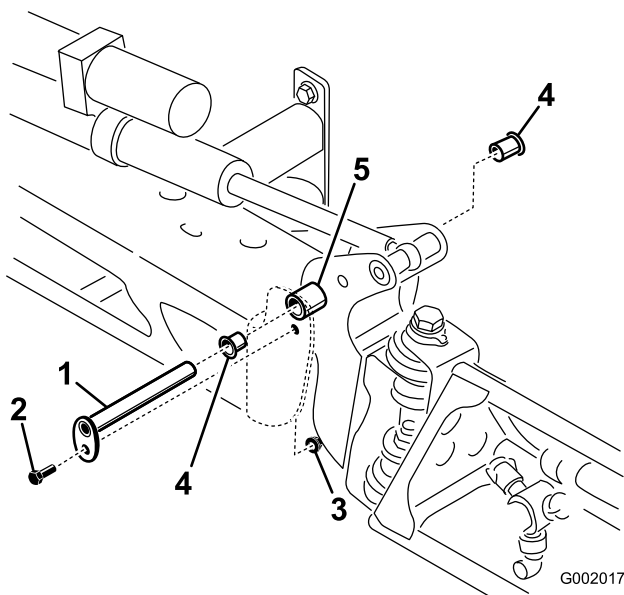

Figura 75
3. Com o peso da rampa suportado, retire o parafuso e a porca que seguram o pino de articulação à rampa (Figura 75). Retire o pino de articulação.
5. Retire e inspeccione as buchas de nylon dos lados dianteiro e traseiro do suporte de articulação (Figura 75). Substitua todas as buchas danificadas.
7. Monte a rampa e o apoio da articulação no chassi alinhando as aberturas (Figura 75).